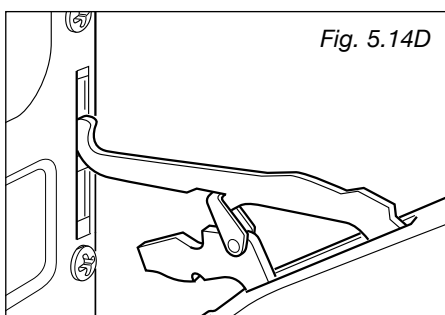

Fig. 5.14D
- Retirez les tiges des charnières supérieures de leur emplacement (fig. 5.14D).